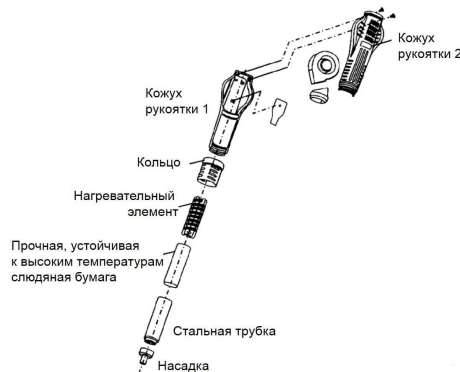

Рис. 1.
8. ЗАМЕНА НАГРЕВАТЕЛЬНОГО ЭЛЕМЕНТА (см. рис. 1)